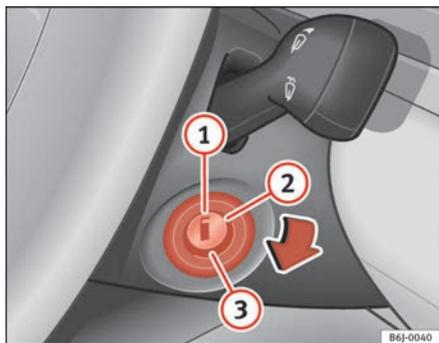

Fig. 95 Posiciones de la llave de contacto
En esta posición ⇒ fig. 95 el encendido y el motor están desconectados pudiéndose bloquear la dirección.
- Gire la llave de contacto hasta la posición ⇒ página 137, fig. 95
①. El testigo  se encenderá en caso de precalentamiento del motor.
- En cuanto se apague el testigo, gire la llave de encendido a la posición ② para poner en marcha el motor y no pise el acelerador.
- Gire la llave de contacto a la posición ⇒ página 137, fig. 95